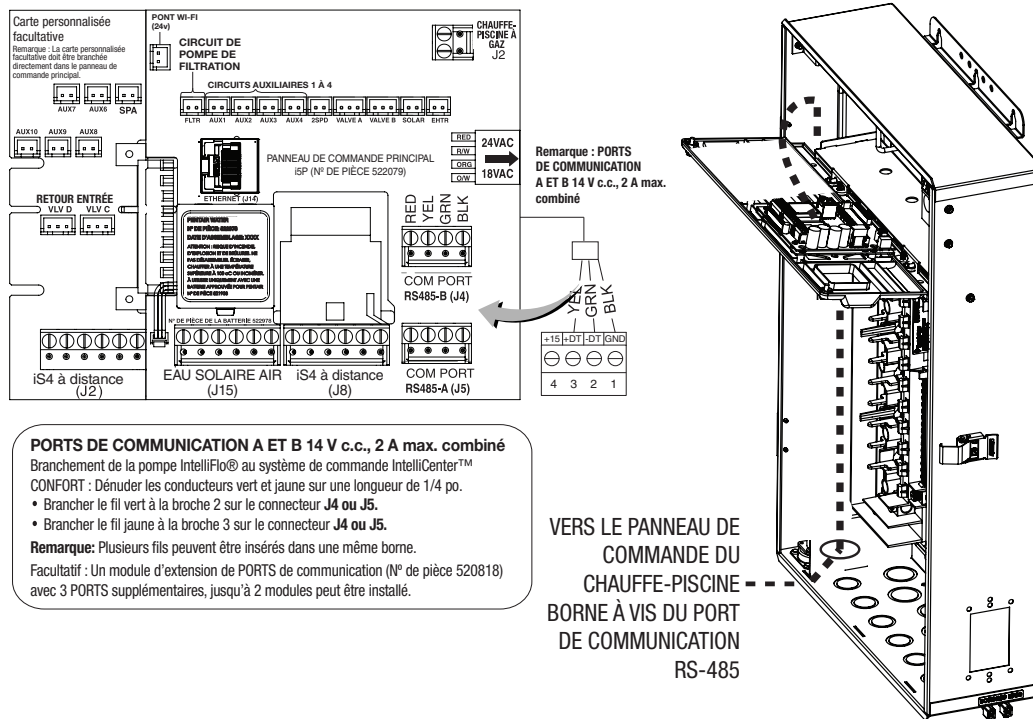

Figure 40.
2. Libérer le loquet de la porte avant et l'ouvrir. Retirer les deux vis de fixation qui retiennent le panneau de haute tension et enlever ce dernier du boîtier. **Consulter la Figure 40.**